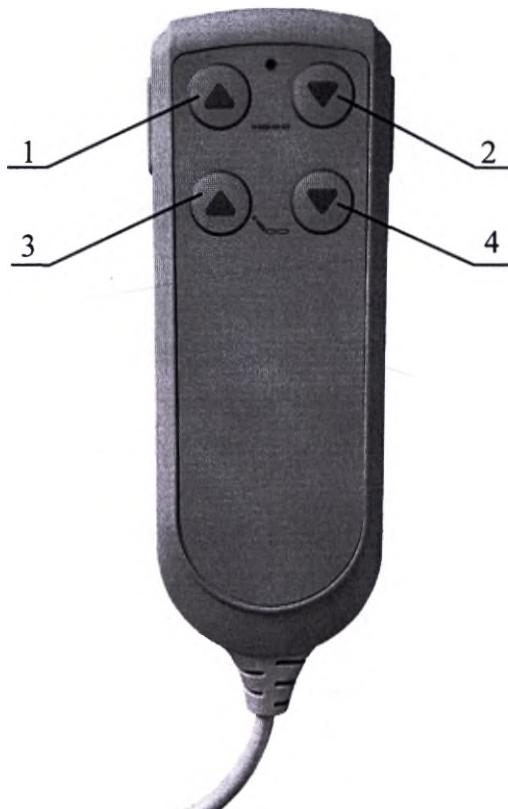

Рисунок 3. Назначение кнопок пульта управления.
10.2 Чтобы наклонить спинку вверх или вниз, нажмите и удерживайте кнопки 3 или 4 (Рисунок 3) до тех пор, пока спинка не займет нужное положение.